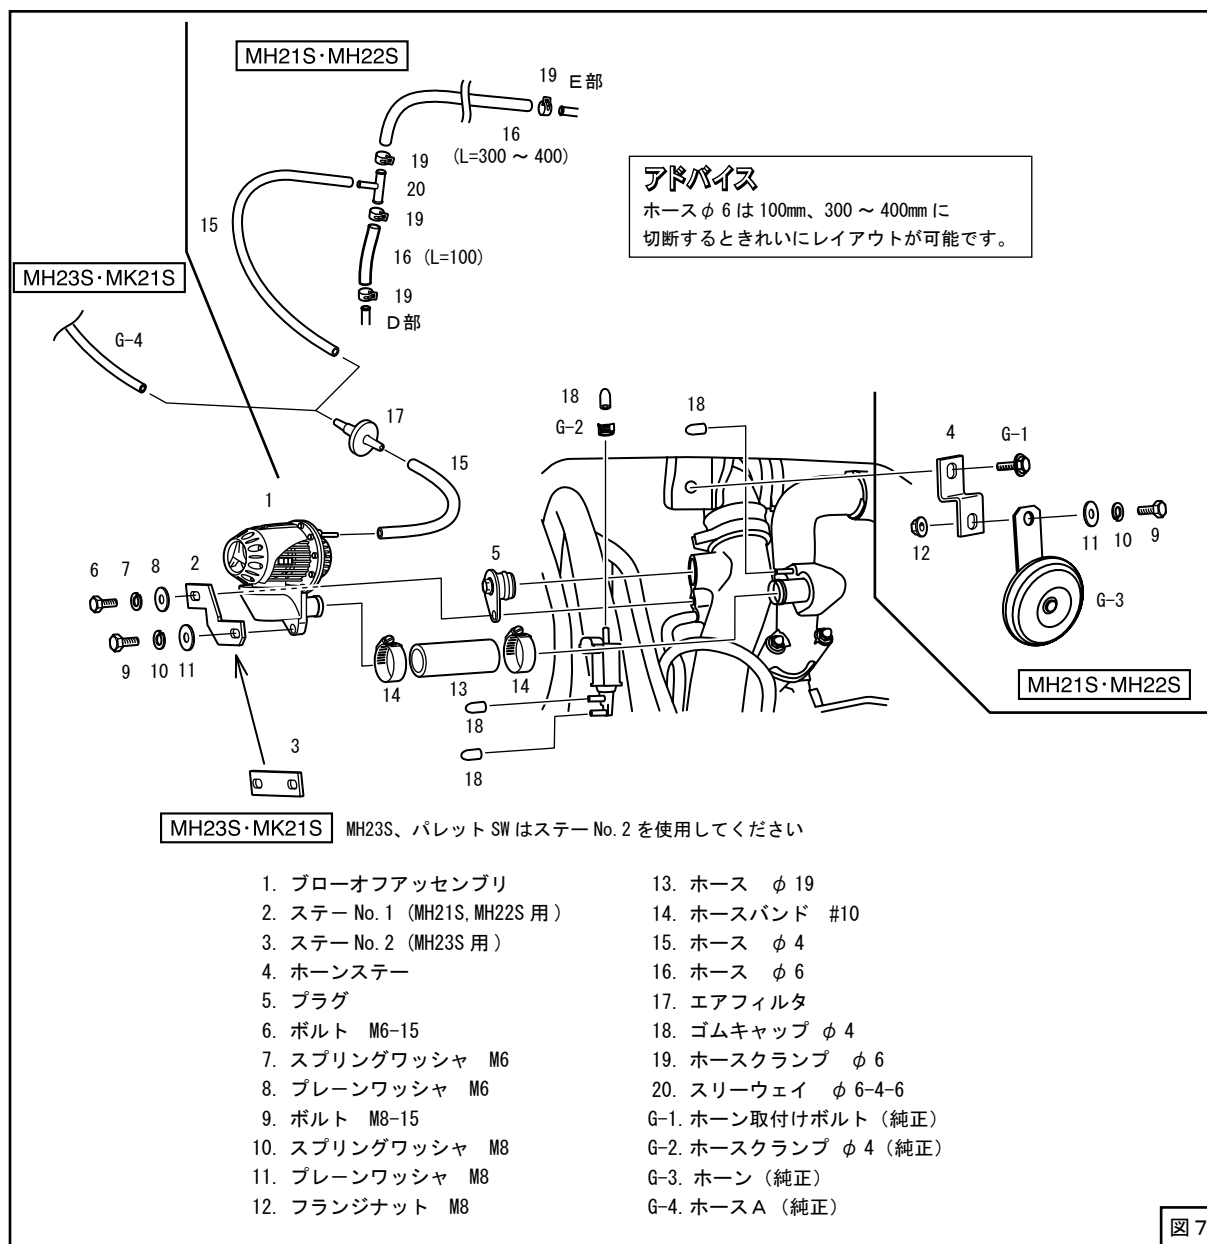
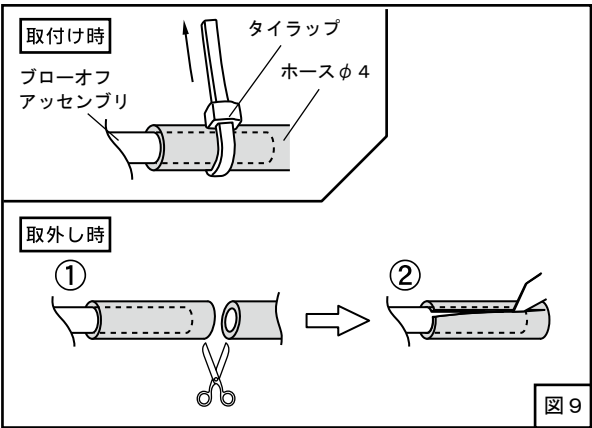
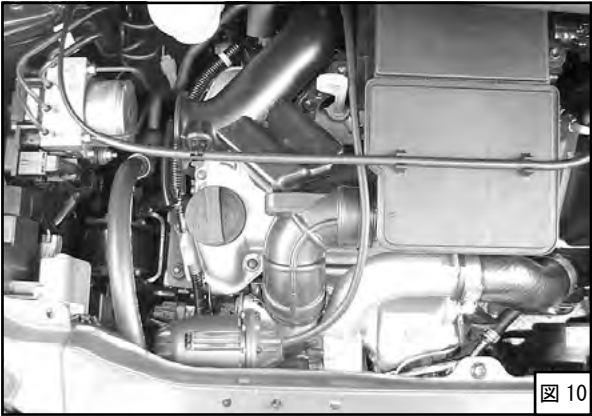

図7
図 9
図 10
(2) VSVのニップルに、ゴムキャップφ4を取付けてください。(図4、図7)
(3) **MH21S・MH22S** スロットルボディ - キャニスタパージバルブ間のφ6バキュームホースを取外し、キットパーツを使用してスリーウェイを取付けてください。(図6、図7)
(4) キットパーツを仮付けしてください。(図7)
ホースφ 4は適当な長さに（ある程度余裕を持たせて）切って使用してください。（図 7）
- (7) ブローオフアセンブリのニップル部に取付けたホースφ 4をタイラップで縛り、固定してください。（図 7、図 9）
ブローオフアセンブリを取外す時など、ホースφ 4をブローオフアセンブリから抜く際は、タイラップを外した後、一度ホースφ 4を切断し切り込みを入れてから取外してください。（図 9）
- (8) ステーやブローオフアセンブリがボディなどと干渉しないように位置を決め、ホースバンド・ボルト・ナット類を本締めし、固定してください。（図 7、図 10）
- (9) **MH21S・MH22S** ホーンを取付けてください。（図 7）
- (10) **MH21S・MH22S** フロントグリルを元通り取付けてください。
- (11) バッテリーのマイナス端子（－）にケーブルターミナルを取付けてください。